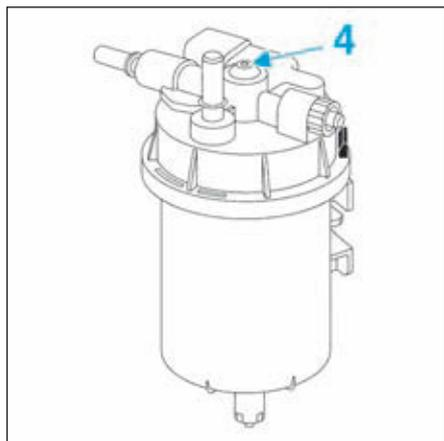

FIG.140
- déposer la vis de fixation du couvercle (4) (Fig.140),